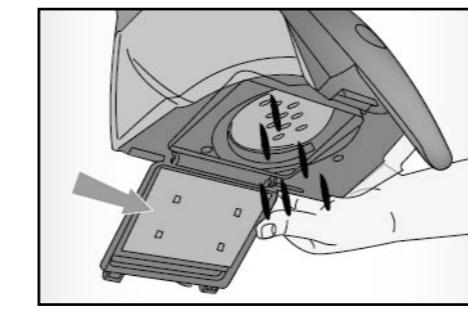

Fig. 9
- Svuotare il contenitore della polvere (7) (Fig. 9).
- Per il riposizionamento, inserire il filtro sul contenitore (7) e ruotarlo in senso orario. Richiudere a scatto lo sportellino.
- Reinserire il contenitore della polvere (7) sul corpo dell'apparecchio (8) e bloccarlo a scatto.